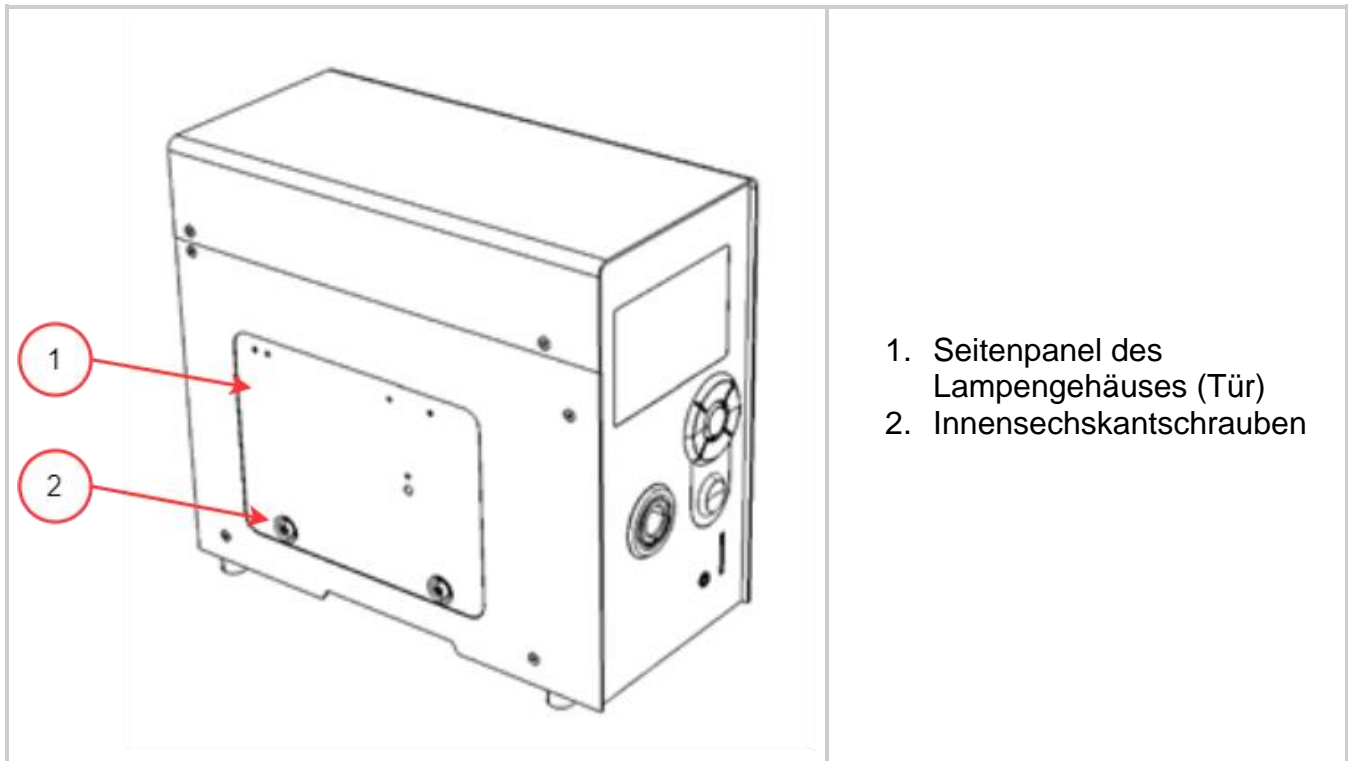

Abbildung 3-3 Panel des Lampengehäuses
2. Setzen Sie das Seitenpanel des Lampengehäuses (Tür) wieder ein und ziehen Sie die Innensechskantschrauben fest (siehe **Abbildung 3-3**).